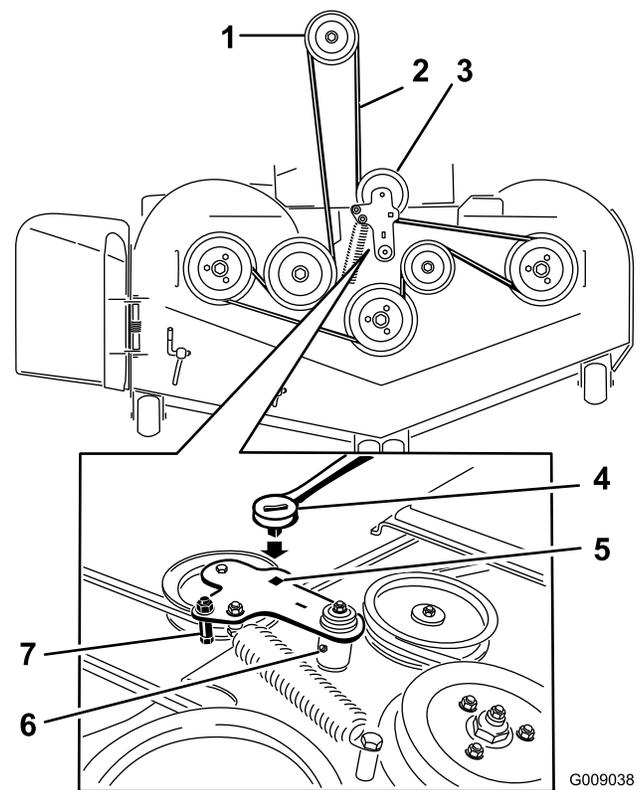

Figura 105
5. Levante la chapa de suelo e introduzca una llave dinamométrica en el taladro cuadrado del brazo tensor de la carcasa (Figura 105).
6. Gire cuidadosamente el brazo tensor de la carcasa en sentido horario y retire la correa del cortacésped (Figura 105).